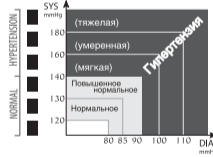

Рис. 15
5. В конце измерения прозвучит звуковой сигнал, после чего прибор выпустит весь воздух из манжеты, на дисплее отобразится результат измерения (рис. 14). Мигающий значок «♥», появившийся на дисплее, сообщает о нерегулярном ритме пульса. Появление индикатора аритмии может быть так же вызвано движением тела во время измерения. При периодическом появлении «♥» обратитесь к вашему врачу. Кроме числовой величины давления результат также отображается на индикаторе гипертензии (рис. 15). Индикатор гипертензии – шкала классификации полученного значения артериального давления, согласно рекомендации Всемирной Организации Здравоохранения. Шкала, находясь слева на дисплее, позволяет оценить полученные цифры согласно классификации: давление нормальное, повышенное или это одна из степеней артериальной гипертензии.